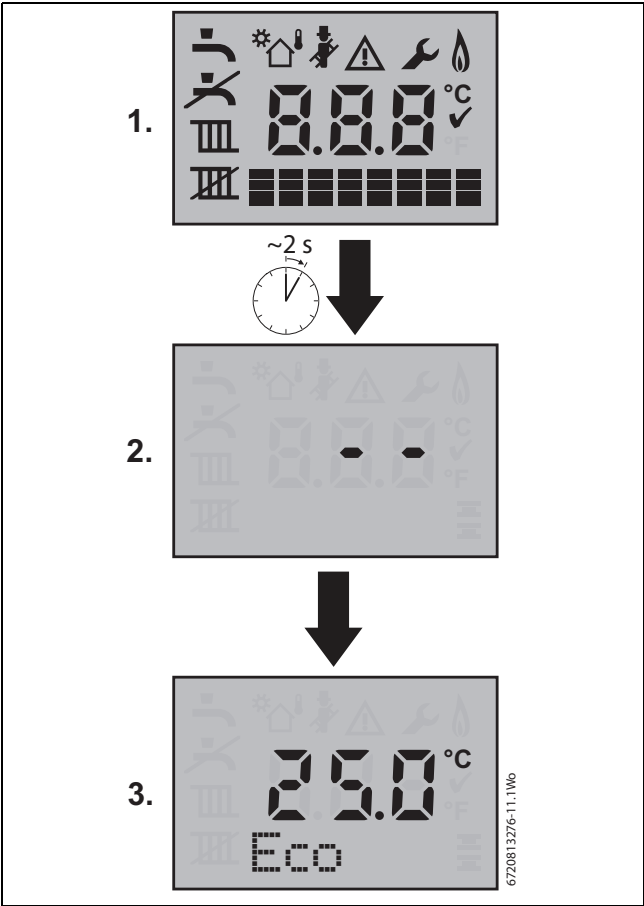

Fig. 65 Pantalla inicial de la caldera
- Activar el suministro principal de corriente; se visualizará primero la “pantalla de inicio de la caldera” (véase la fig. 65).